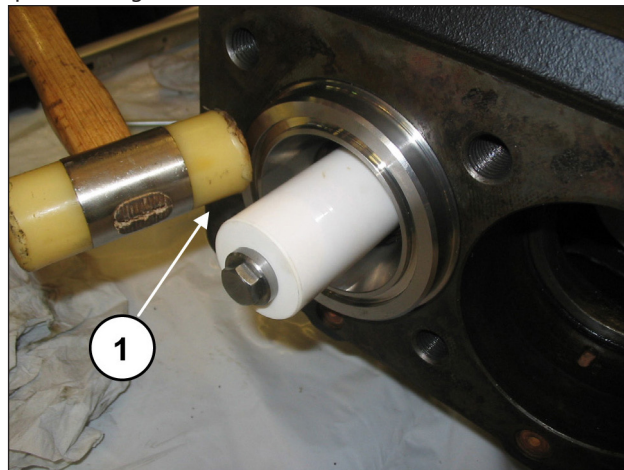
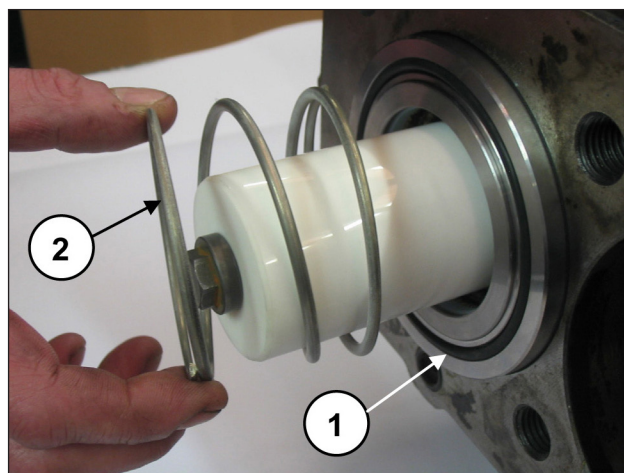

Fig. 181
Fig. 182
Comprobar que el bloque camisa-soporte haga tope en el fondo del alojamiento (pos. ①, Fig. 181) y, a continuación, montar la junta tórica frontal de la camisa y el muelle (pos. ①②, Fig. 182).